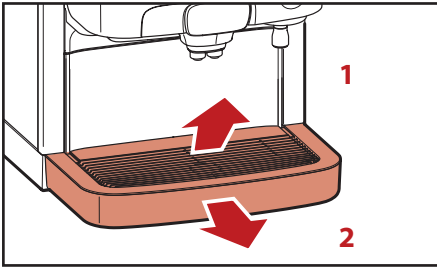

Fig. 5.1 - Fjern kop- og dryp-bakker
1. Fjern kopbakken (fig. 5.1, 1).
2. Fjern drypbakken (fig. 5.1, 2).